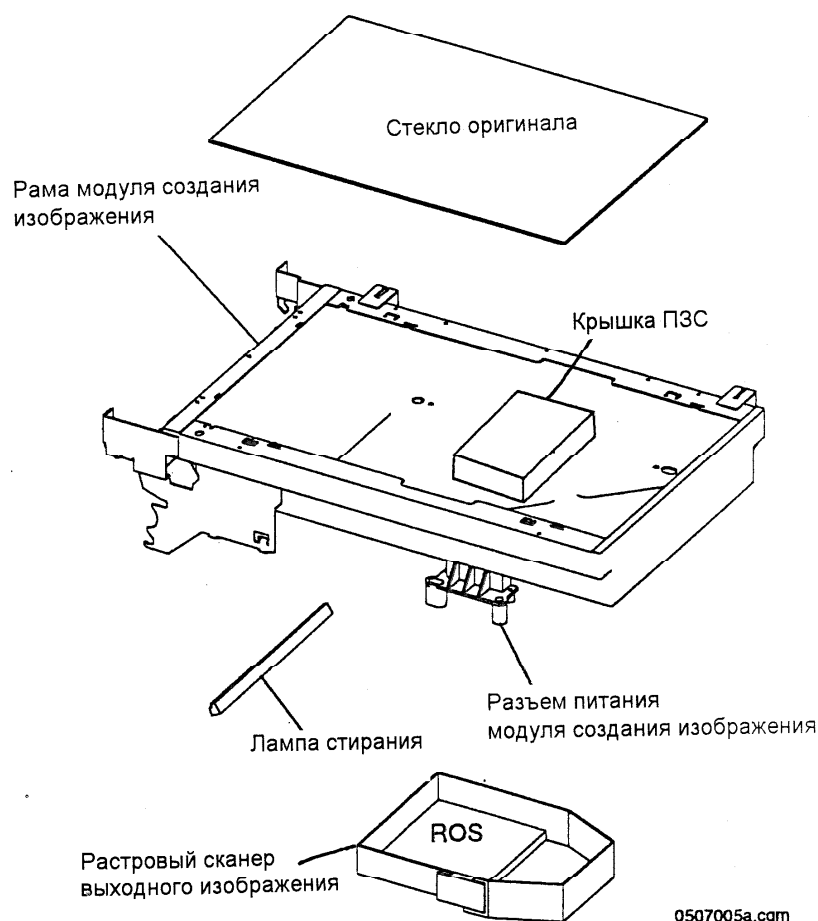

Рис. 4. Модуль создания изображения (без кареток)
- Модуль создания изображения соединен с блоком питания/управления посредством разъема питания модуля создания изображения (см. рис. 4).